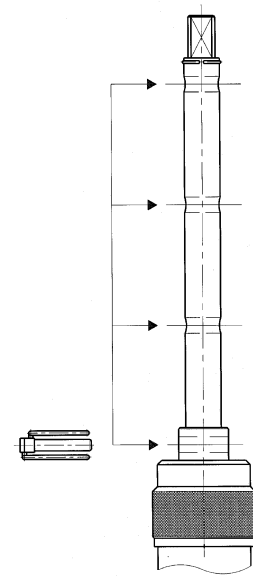

Figura 8
- Seleccionar el posicionado del eje perforador en función de la distancia que ha de recorrer durante la perforación (en el ejemplo: collarín **ARH** + válvula de compuerta), situando el sistema de retención (pasador con cierre o adaptador, según el caso) en el orificio más adecuado de los cuatro de que dispone el eje. Ver *Figura 8*.
Según las condiciones de trabajo, se puede realizar la operación de perforación con la válvula de purga abierta para evacuar la viruta y residuos consecuencia de la perforación. Asegurarse de que la perforación ha terminado dando una o dos vueltas de avance adicionales. Cerrar la válvula de purga en caso de estar abierta. De requerirse una longitud superior a la carrera de la máquina, puede continuarse la perforación desplazando el sistema retenedor al orificio inmediatamente superior del eje al que estaba fijado (salvo que ya se esté utilizando el anclaje superior). Ver *Figura 8*.